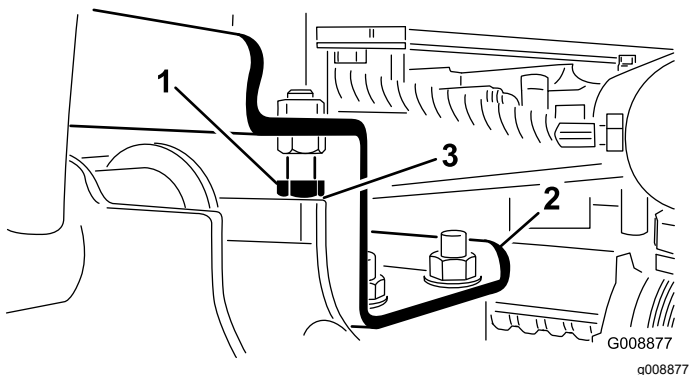

Figure 12
A. Desserrez les boulons d'arrêt (Figure 12).
2. Vérifiez que l'écartement entre chaque bras de relevage et le boulon d'arrêt est de 0,13 à 1,02 mm (Figure 12). Si ce n'est pas le cas, réglez les boulons d'arrêt de manière à obtenir l'écartement voulu.